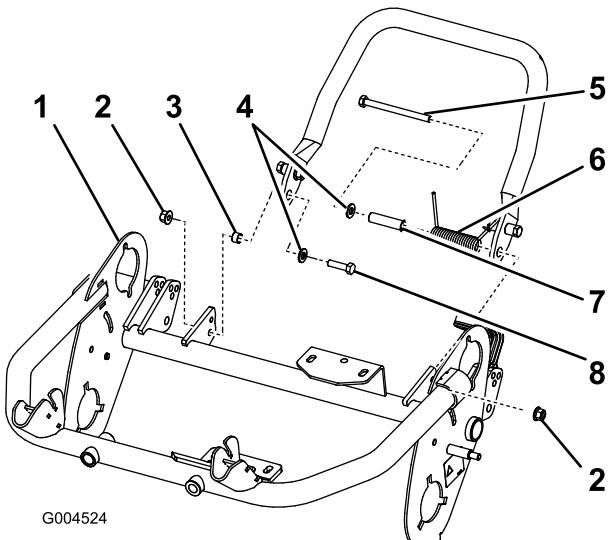

Figura 6
2. Instale una arandela (M8) en el perno pequeño (M8–1,25 x 030). Instale el lado derecho del soporte en el bastidor con el perno y la arandela, el espaciador pequeño, y la contratuerca (M8 1,25) (Figura 6). Asegúrese de instalar el perno desde el interior del bastidor, según se muestra en Figura 6.
Importante: Al instalar el muelle, coloque un extremo del mismo debajo del bastidor trasero (Figura 6).
5. Instale el lado izquierdo del soporte en el bastidor con el perno y la arandela, el espaciador grande, y la contratuerca (M8–1,25) (Figura 6). Asegúrese de instalar el perno desde el interior del bastidor, según se muestra en Figura 6.